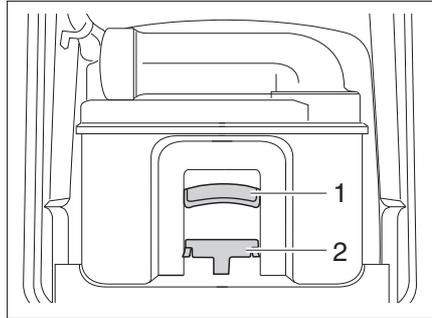

Bild 168 Thetford-Kassette
- Entriegelung (Bild 168,2) betätigen und Toiletten-Kassette am Griff (Bild 168,1) herausziehen.